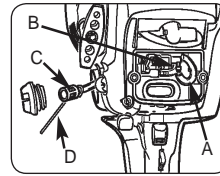

Рис. 15
5. Снова подсоедините топливный шланг (А) к прокладке карбюратора (В). Вставьте обратно воздушный фильтр и крышку (Рис. 15).